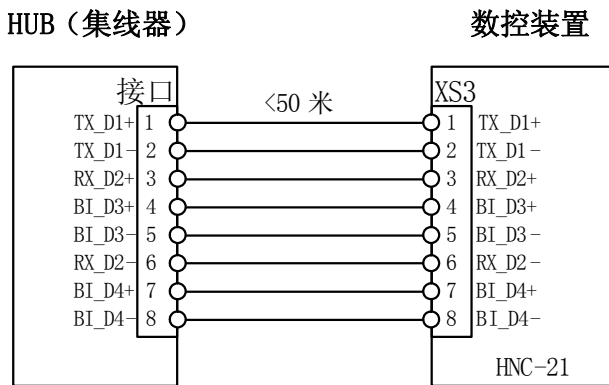

图 1.3 HUB 转接方式
- (2) 用 HUB 转接方式，即先用网线连接到 HUB（集线器），再经 HUB 连入局域网，与局域网上的其他任何计算机连接，此方式用普通网线即可（见图 1.3）。
- (3) 数控装置上电，如果以太网接口处的指示灯不停的闪烁，表明以太网已连接成功，否则，请检查 HUB 或集线器。